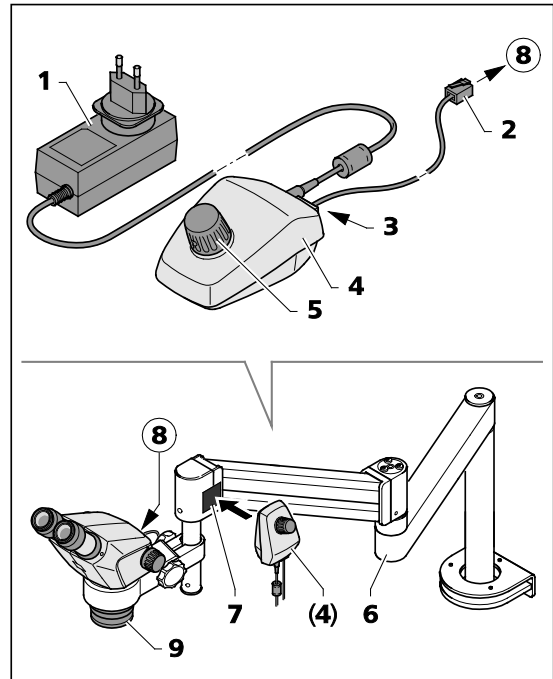

Fig. 24 Controller K LED
Le Controller K (Fig. 24/4) sert à commander l'éclairage vertical du corps de microscope Stemi 305 ou de l'éclairage annulaire dans le cas de l'utilisation des statifs à bras horizontal A ou U ou d'autres statifs.
- Vissez le système optique additionnel 0,5x/185 mm (Fig. 24/9) sur le corps de microscope.
- Pour utiliser l'éclairage annulaire, fixez-le sur le système optique additionnel (Fig. 24/9) au moyen de l'adaptateur qui fait partie de la fourniture (diamètre int. 58 mm, diamètre ext. 66 mm).
- Appliquez la face autocollante de la plaquette aimantée (Fig. 24/7) sur le statif à bras pivotant.
- Enfichez une extrémité du câble de raccordement fourni (long de 1 m) (Fig. 24/2) dans la prise (Fig. 24/8) sur le corps de microscope ou l'éclairage annulaire et l'autre extrémité dans la prise (Fig. 24/3) figurant au dos du Controller K (Fig. 24/4).
- Fixez le Controller K (Fig. 24/4) à la plaquette aimantée (Fig. 24/7).
- Avec le bloc d'alimentation (Fig. 24/1), raccordez le Controller K au réseau d'alimentation électrique.
- Orientez le statif à bras pivotant (Fig. 24/6) de manière à pouvoir travailler dans une position ergonomique.
- Appuyez sur le bouton rotatif (Fig. 24/5) du Controller K, pour allumer l'éclairage vertical (ou l'éclairage annulaire) et réglez l'intensité de l'éclairage en tournant le bouton.